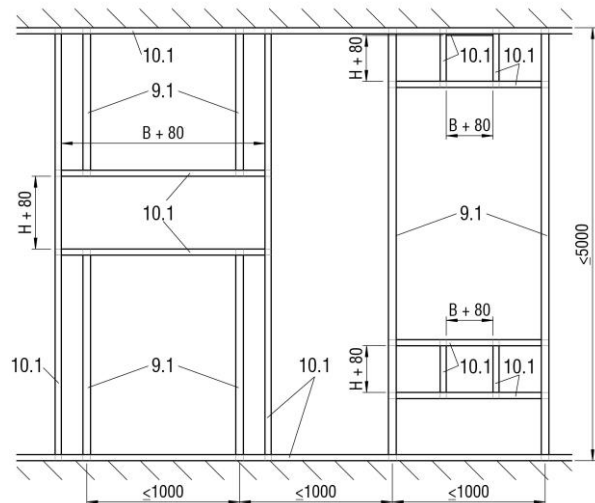

Abbildung 75: Metallständerwerk mit erforderlichen Auswechslungen für Nasseinbau (Schachtwand)
- Metallständerwerk der Wand gemäß den Angaben des Wandherstellers herstellen und Auswehlungen entsprechend der Abbildung 75 vorsehen.
- Metallständerwerk der Wand gemäß den Angaben des Wandherstellers herstellen und Auswehlungen entsprechend der Abbildung 75 vorsehen (Montage wandeigenes UW-Profil (Pos. 10.1) an der Decke und Anbringung des für den umlaufenden Metallprofilrahmen notwendigen UW-Profils im Deckenbereich).